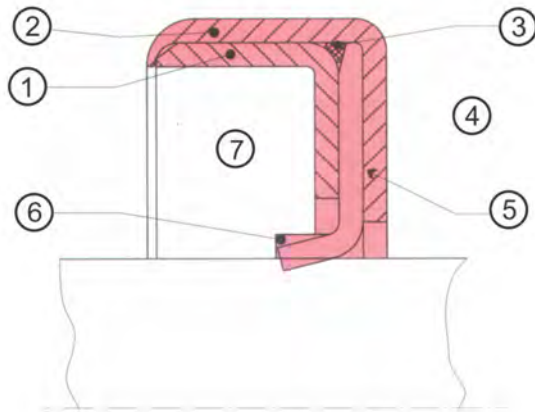

Abbildung 1: Montierter Radialwellendichtring mit Dichtlippe aus PTFE
4. Bei allen Radialwellendichtringen muss die Dichtlippe gegen das abzudichtende Medium gerichtet werden (siehe Abbildung 1).